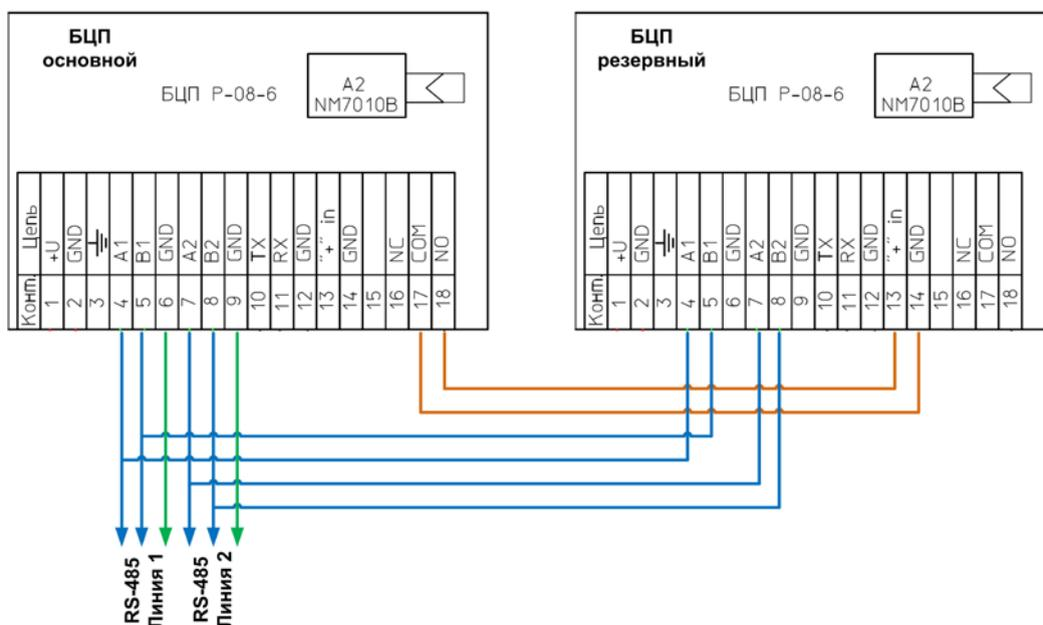

Рис. 2. Схема соединения для резервирования БЦП
2. Электрическая схема соединения БЦП приведена на Рис.2. Линии интерфейса RS-485 на обоих БЦП соединяются параллельно. Все сетевые устройства одновременно подключены к двум БЦП.